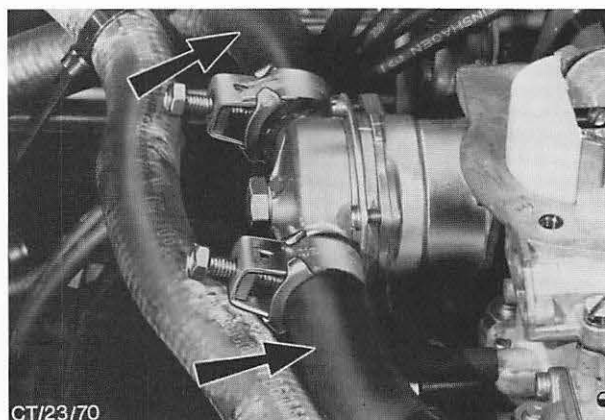

Abb. 83 Wasserschläuche der Startautomatik
4. Beide Schläuche von der Startautomatik abbauen. Abb. 83.